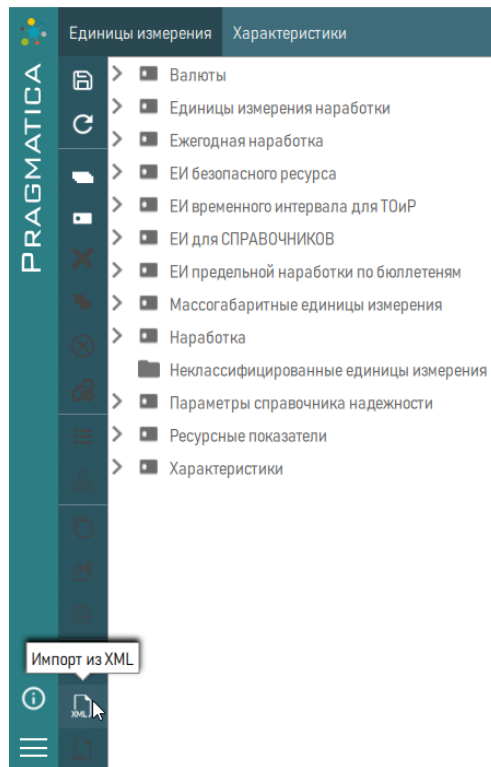

Рисунок 37 – Загрузка справочника единиц измерения из файла формата XML
1) Открыть в рабочее окно «Редактор единиц измерения», в секции рабочей панели нажать кнопку  «Импорт из XML» (рисунок 37). При необходимости предварительно выбрать элемент справочника, для которого будут загружены элементы из файла.